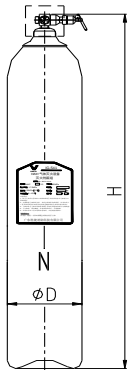

图 4 灭火剂瓶组
1.1 结构组成（图 4）：主要由容器、容器阀、气动型驱动装置、安全泄放装置、灭火剂取样口、压力显示器及误喷射防护装置等组成。